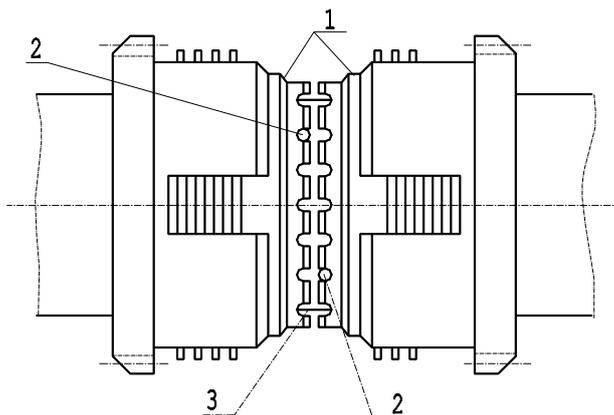

Рис. 13 Фрикционная муфта
Для регулировки муфты установите рычаг (7) переключения направления (Рис. 7) в положение “вперед” или “реверс”. Затем с помощью отвертки нажмите штифт (2) в гнездо (3). Одновременно с этим поверните гайку 1 (Рис. 7) для зажима фрикционных дисков муфты. Установите рычаги (7) в положение “стоп” для расцепления дисков муфты и поверните гайку (1) (Рис. 13) вперед на 4-7 оборотов. Установив гайку 1 в необходимое положение, убедитесь в том, что замок (2) пружинит обратно в одну из прорезей гайки 1 для защиты от открытия.